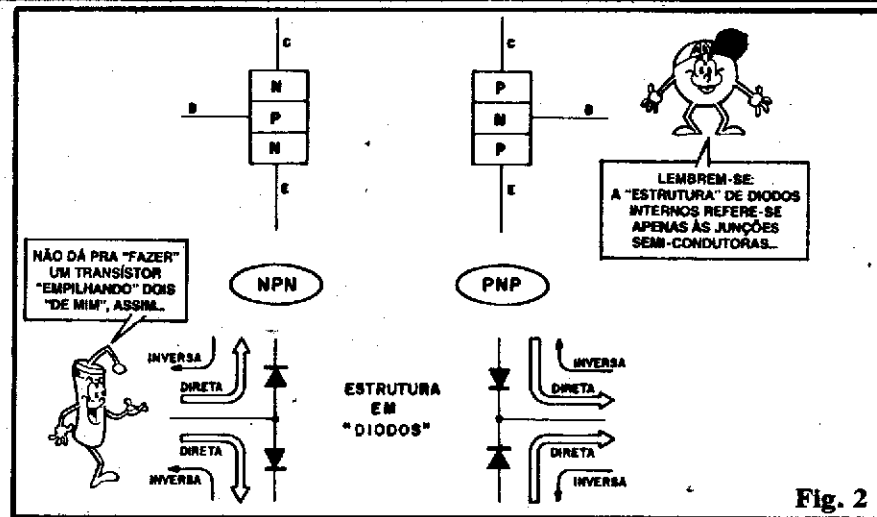

Fig. 2
- A cada "pedaço" do "sanduíche" está ligado um terminal metálico, externamente acessível. Esses três terminais têm NOME, e função específicas: EMISSOR (E), BASE (B) e COLETOR (C). A diferença principal que determina a denominação de COLETOR ou de EMISSOR para os pedaços de "pão do sanduíche" é que o primeiro (COLETOR) é **levemente dopado**, enquanto que o segundo (EMISSOR) é **altamente dopado**, ou seja: colocam-se menos impurezas determinadoras da polaridade no bloco semicondutor correspondente ao COLETOR, e mais no bloco de EMISSOR...
- FIG. 2 - Analisando a estrutura interna dos transistores. Lembrando que um DIODO é forma-
do, estruturalmente, por uma simples junção semicondutora PN, não é difícil perceber que o "miolo" de um transistor comum forma, na verdade, duas junções PN (ou NP, que é a mesma coisa, apenas que em "sentido inverso"). Assim, (esquerda, na figura) um transistor NPN, em termo de estrutura das junções internas, **pode** ser comparado a dois DIODOS comuns, "empilhados", anodo com anodo, enquanto que um PNP, também em termos de estrutura de junções (direita da figura) corresponde a dois DIODOS, "enfileirados" pelos catodos. É importante notar que, quanto às "facilidades ou dificuldades" oferecidas à passagem da corrente, as junções se comportam **mesmo** como DIODOS... Assim, sempre que colocarmos qualquer dos DIODOS "internos" de um transistor, em polarização direta, a corrente terá uma relativa liberdade de passagem, enquanto que, nas junções, inversamente polarizadas, a passagem da corrente será grandemente dificultada. No diagrama da fig. 2, as setas pretas e finas indicam o percurso "difi-